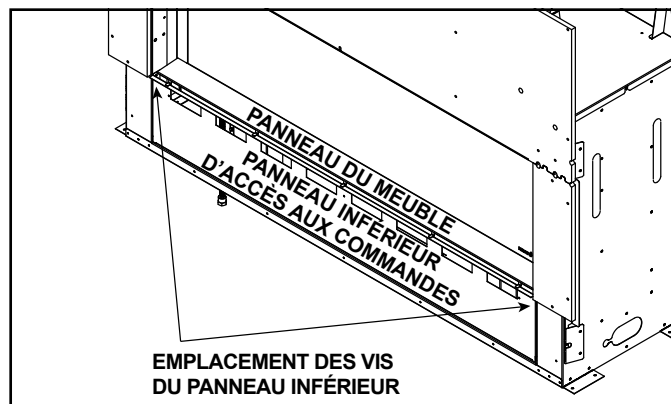

Figure 8.1 Emplacement de l'accès inférieur du panneau
1. Retirez le panneau métallique du bas en retirant les deux vis. L'emplacement des vis est montré à la figure 8.1. Après avoir retiré les deux vis, soulevez doucement le panneau hors de l'appareil en évitant si possible, le contact avec le panneau incombustible.